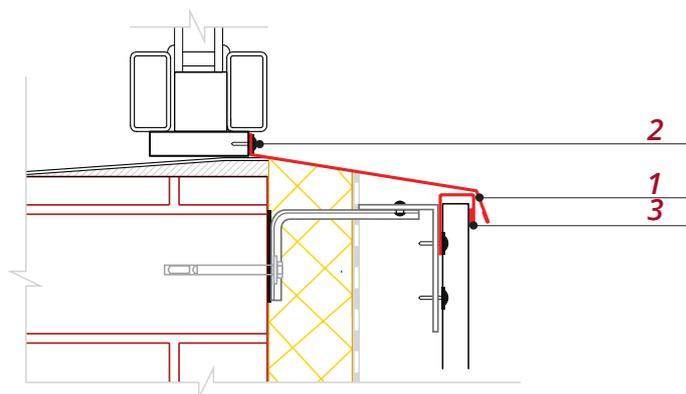

Рис. 20
■ Установите J-профиль 18мм **3** по всей ширине оконного проема, как показано на рис. 20.
- Панель должна войти в пазы Околооконных планок и J-профиля под отливом наполовину их глубины (рис. 20).